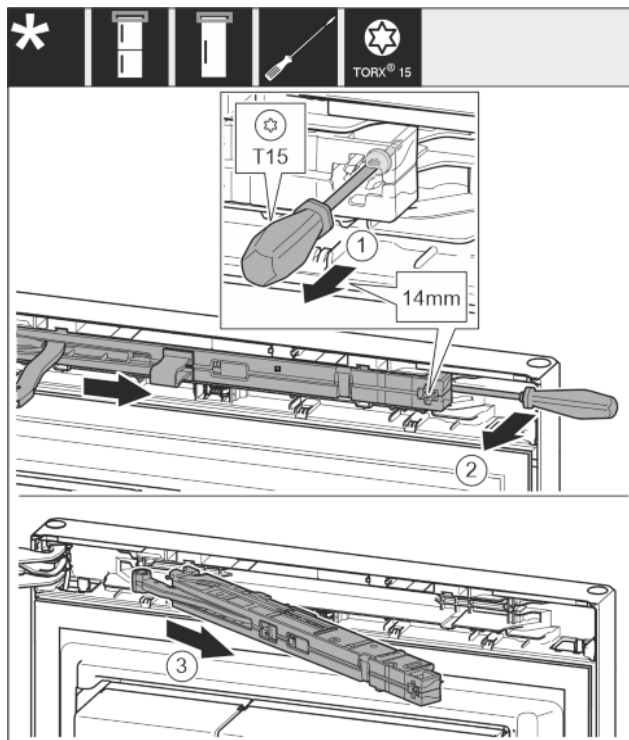

Fig. 9
- ▶ Przy pomocy śrubokręta T15 odkręcić śrubę na amortyzatorze zamykania drzwi ok. 14 mm. Fig. 9 (1)
- ▶ Od strony uchwytu, za amortyzator zamykania drzwi wsunąć śrubokręt i obrócić do przodu. Fig. 9 (2)
- ▶ Wyjąć amortyzator zamykania drzwi. Fig. 9 (3)